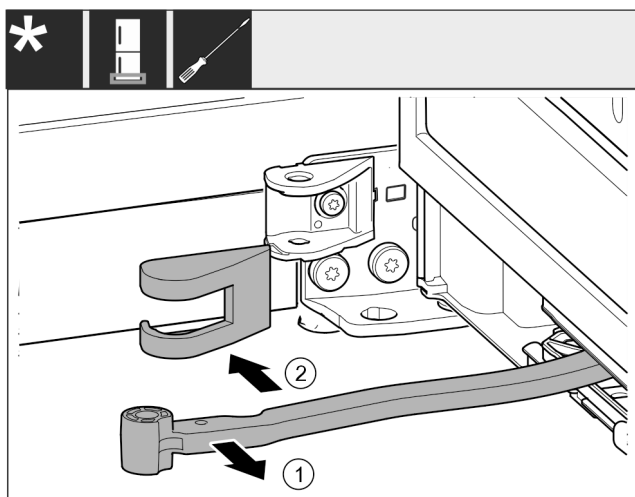

Fig. 16
- ▶ Przegub obrócić w kierunku drzwi. Fig. 16 (1)
- ▶ Usunąć osłonę płytki zawiasu. Fig. 16 (2)